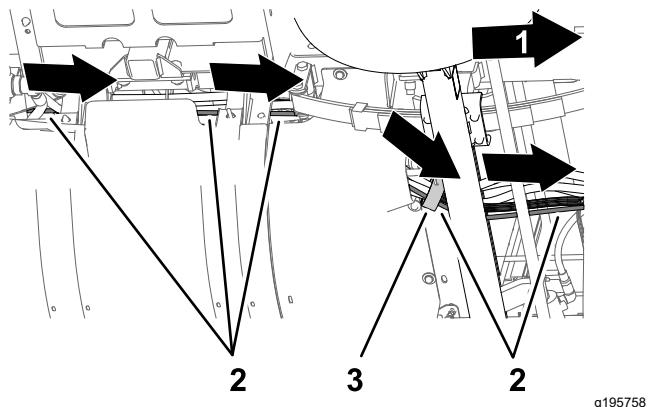

図7
2. 座席を倒し、車両のワイヤハーネスに沿ってチューブをさらに前方へ進めてサポートクランプに通し、フロアプレートの下へ導く図7。